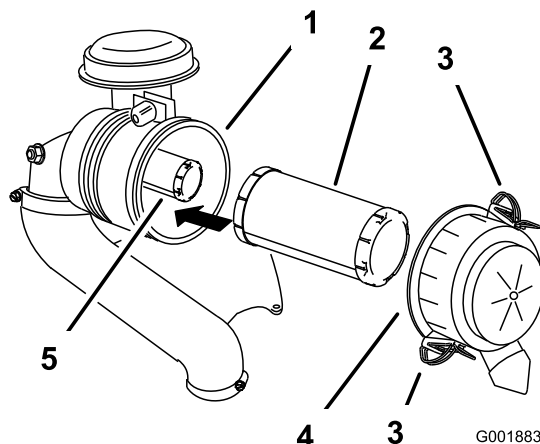

Figura 56
3. Liberte os trincos do filtro de ar e empurre a cobertura do filtro de ar para fora do corpo do filtro (Figura 56).
5. Empurre suavemente o filtro primário para fora do corpo do filtro de ar (Figura 56).
2. Se substituir o filtro interior, empurre-o com cuidado para o corpo do filtro (Figura 56).
3. Empurre com cuidado o filtro principal sobre o filtro de segurança (Figura 56).
4. Monte a cobertura do filtro de ar e fixe os trincos (Figura 56).